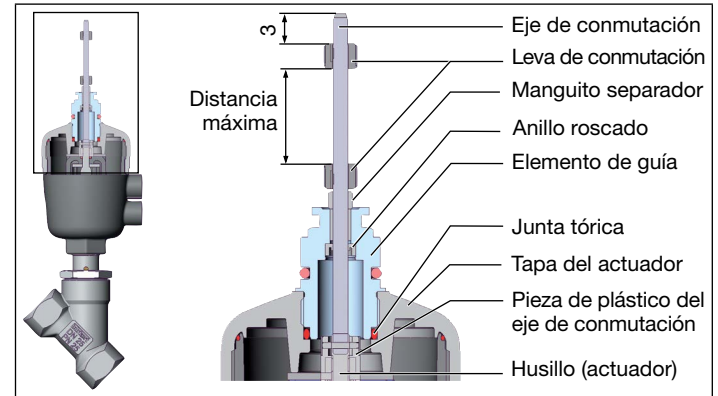

Imagen 11: Montaje del eje de conmutación (2), serie 20xx
- Presione la junta tórica hacia abajo para introducirla en la tapa del actuador (consulte «Imagen 11»).
Asegúrese de que existe la distancia máxima entre las dos levas de conmutación (consulte «Imagen 11»).